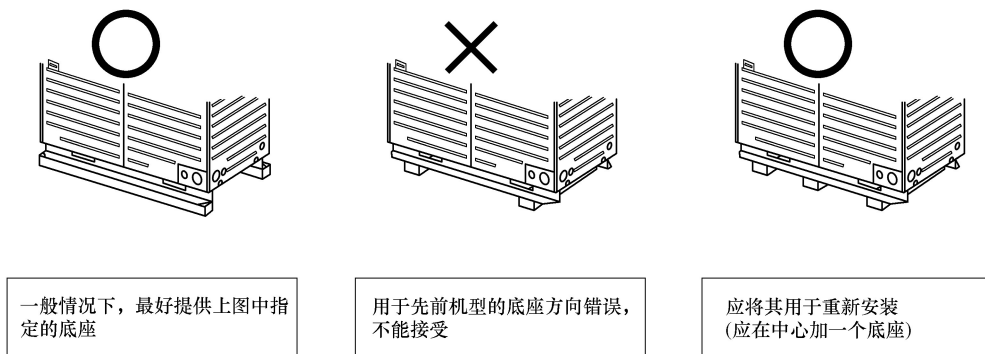

图 3-33 底座基础尺寸
2) 底座基础尺寸要求跟室外机锚脚的整个底部区域相当或更大，如图 3-33 所示。